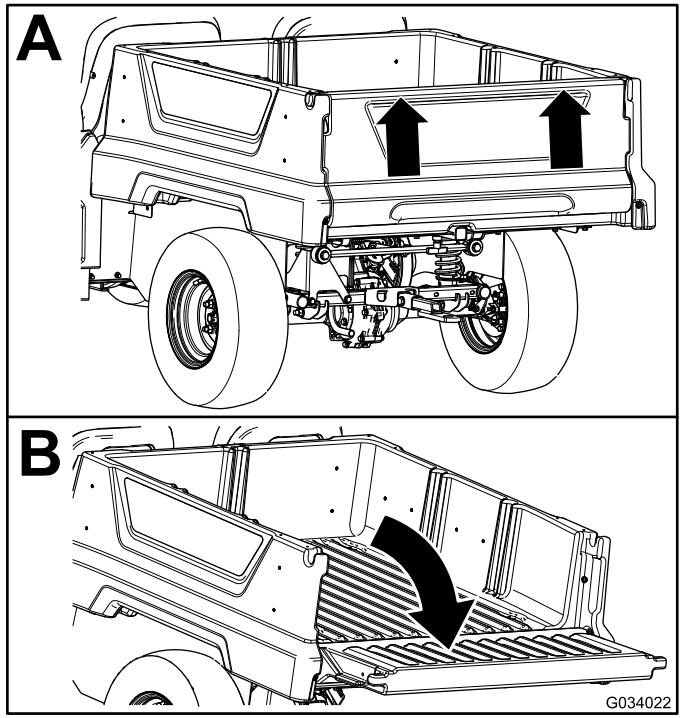

Figure 23
- Soulevez le hayon des deux mains en le prenant par le bord supérieur (Figure 23).
- Baissez le hayon jusqu'à ce qu'il soit au même niveau que le fond du plateau de chargement (Figure 23).